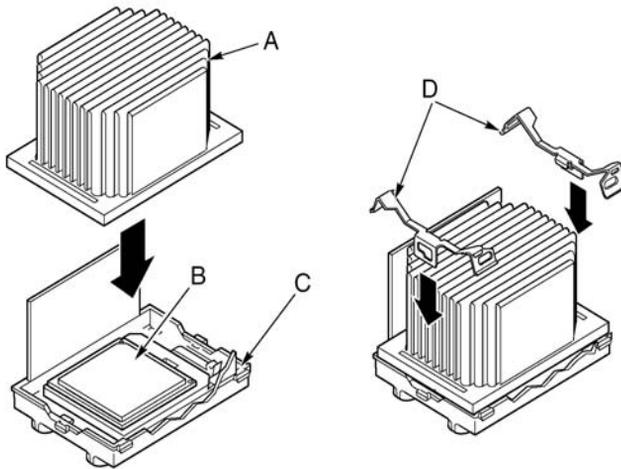

Abbildung 32 - Installieren des Kühlkörpers
- 6 Setzen Sie den Kühlkörper (Abbildung 32, A) in das Luftführungsblech ein und platzieren Sie es auf dem Prozessor.
- 7 Installieren Sie beide Kühlkörper-Halteklammern (Abbildung 32, D) wie folgt:
- b Klipsen Sie ein Ende der Klammer über der entsprechenden Lasche am Haltemodul hinunter (Abbildung 32, C).